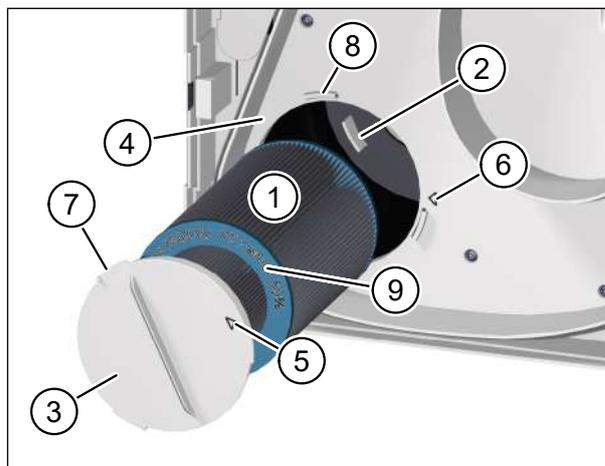

Fig. 23 : Mettre en place le nouveau filtre d'air neuf
- ▶ Introduisez avec précaution le nouveau filtre d'air neuf (pos. 1 dans Fig. 23) dans l'appareil d'aération.
- ▶ Veillez à ce que le filtre à air glisse dans les 3 ergots de retenue (pos. 2 dans Fig. 23) sur la paroi arrière de l'appareil d'aération.
- ▶ Posez le couvercle du filtre (pos. 3 dans Fig. 23) sur le filtre d'air neuf. Veillez à ce que le couvercle du filtre repose à plat sur la plaque intermédiaire (pos. 4 dans Fig. 23).
- ▶ Tournez le couvercle du filtre dans le sens des aiguilles d'une montre, jusqu'à ce que la flèche sur le couvercle du filtre (pos. 5 dans Fig. 23) soit alignée avec la flèche de la position d'arrêt (pos. 6 dans Fig. 23). Veillez à ce que les 3 ergots (pos. 7 dans Fig. 23) sur le couvercle du filtre s'enclenchent dans les supports (pos. 8 dans Fig. 23) sur la plaque intermédiaire.
- Seuls les filtres M-WRG-II FA, n° d'art. 750010, et M-WRG-II FK (filtres au charbon actif), n° d'art. 750020, peuvent être utilisés comme filtre d'air neuf. Le n° d'art. et la catégorie du filtre à air sont gravés sur la plaque d'extrémité turquoise du filtre à air (pos. 9 dans Fig. 23).